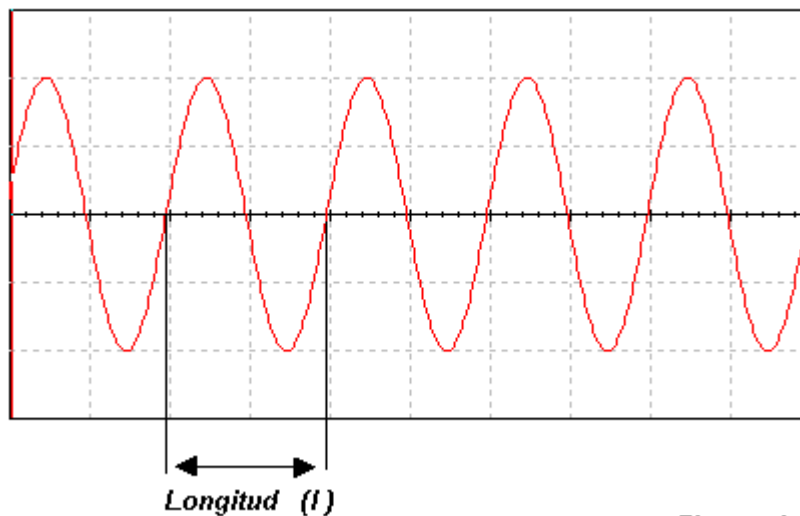

Figura 1
La longitud de onda2 caracteriza el color de la luz (Figura 1). En la banda de unos 400 nm (violeta) a 700 nm (Rojo), la luz es perceptible por el ojo humano por encima de los 700 nm, la luz es denominada infrarroja (IR) y por debajo de los 400 nm, ultravioleta (UV).